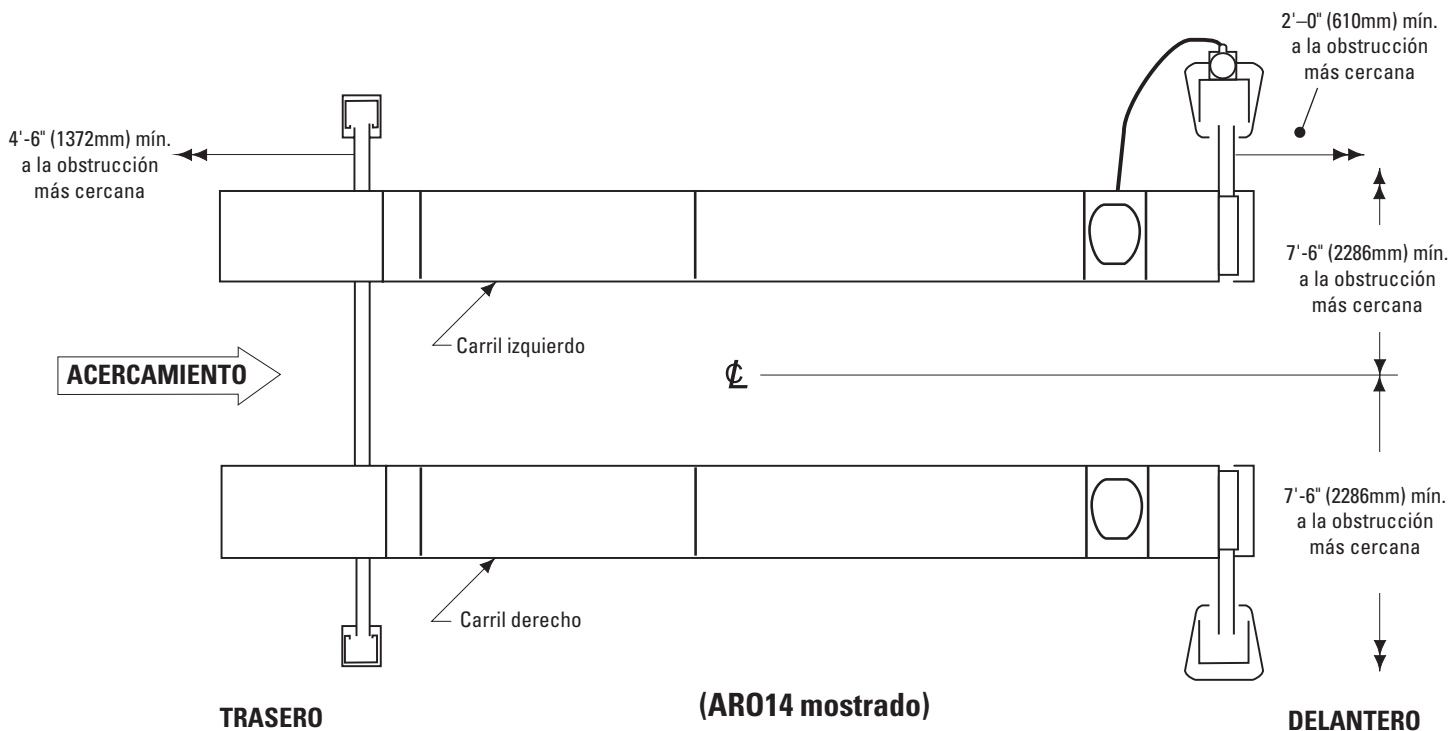

Fig. 1
1. Ubicación del elevador: Use los planos de arquitectos para ubicar el elevador. La Fig. 1 indica las dimensiones del diseño de una bahía. El área del piso del elevador debe estar nivelada.